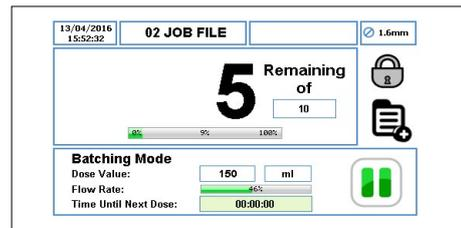

Figure 45 Mode Pause – Écran d'accueil
- ▶ Lorsque la pompe fonctionne en mode Série, vous pouvez la mettre en pause temporairement en appuyant sur le bouton ARRÊT, comme indiqué à la figure 45.